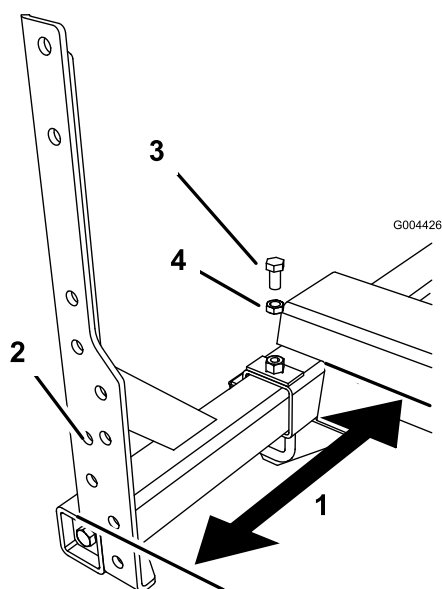

図 7
- A. マルチプロ 1200 シリーズの場合には、フレームの端部がフレームのアクスルハウジングのベースから 489 mm となるように差し込み深さを調整する（図 7）。